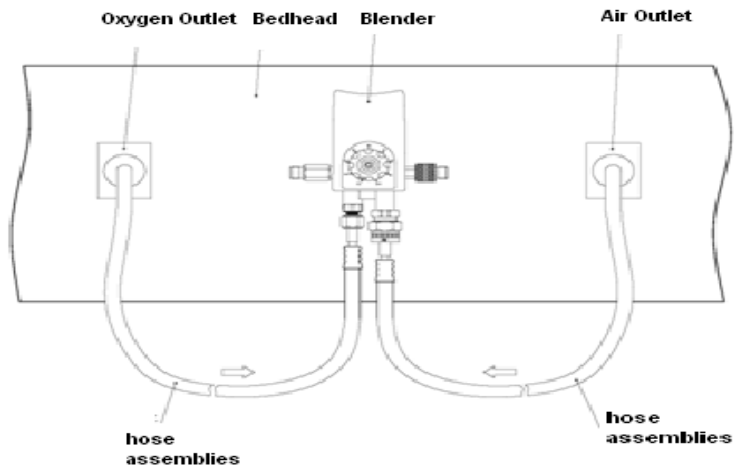

Figura 3 Configuración del Mezclador
5.1 Consulte la Figura 3 para la configuración del sistema.